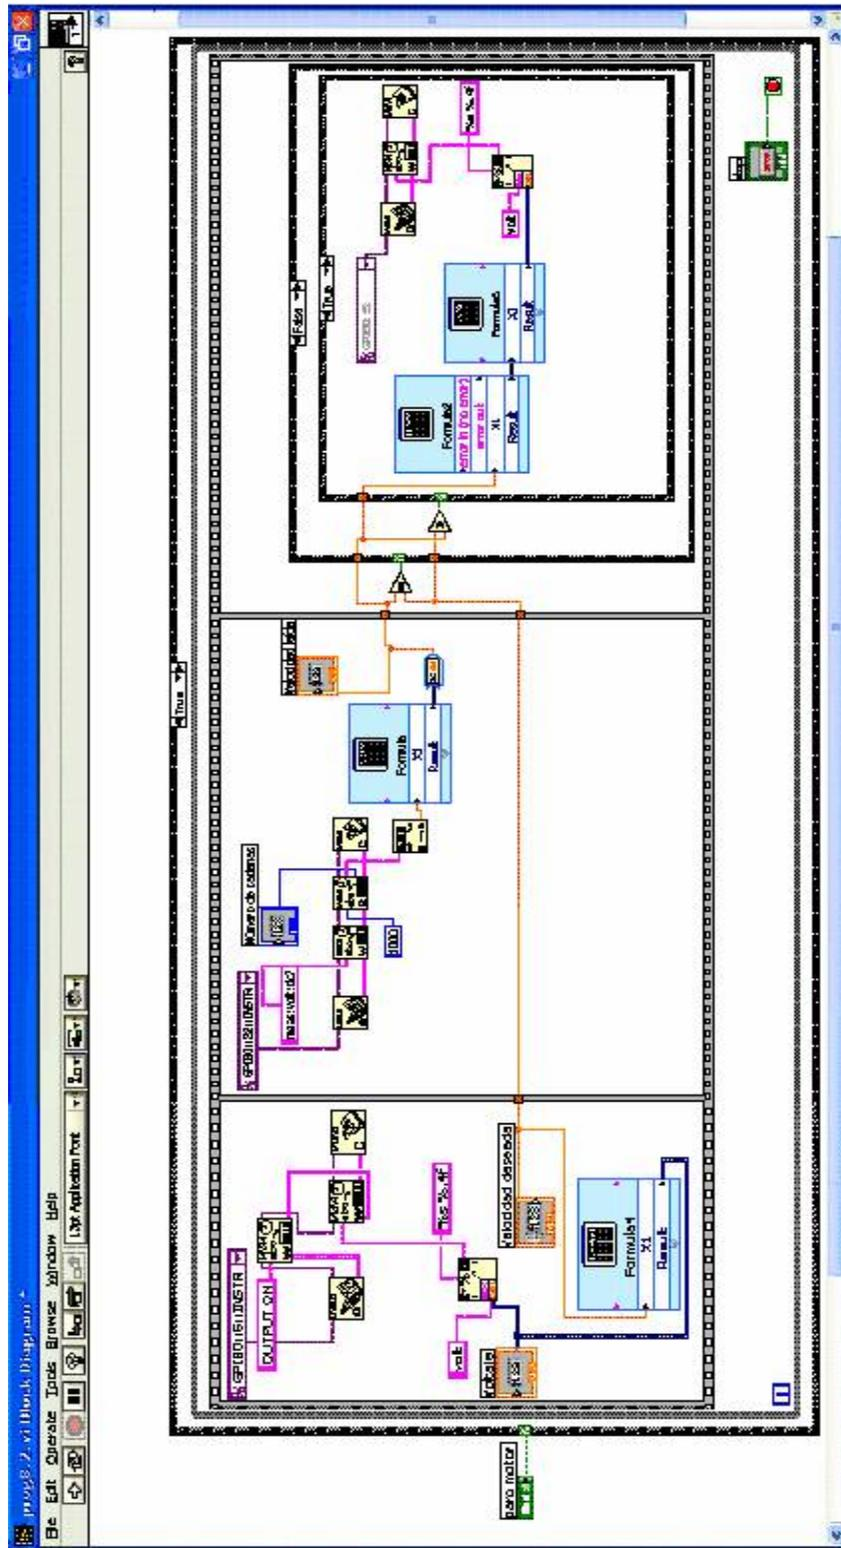

Figura 7.26: Diagrama a bloques del programa LabView para el control de velocidad de un motor.
1. El Case Structure principal esta conectado a un switch, cuando esta encendido se puede controlar la velocidad y cuando esta apagado el switch envía 0 Volts a la fuente y para el motor (figura 7.26 y 7.27).